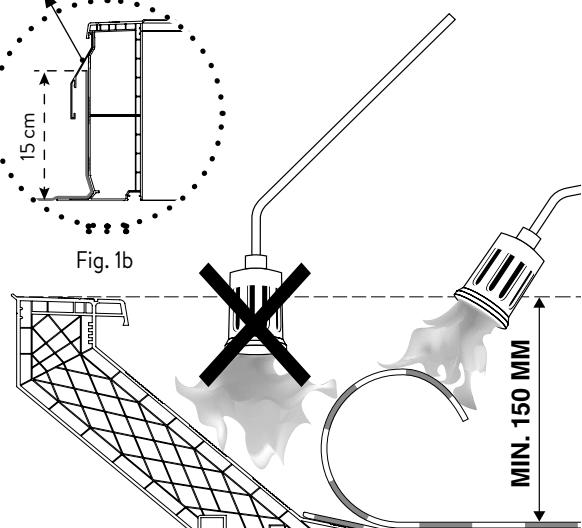

Fig. 1
- Screw the curb on the roof construction through the indication line of the flange (timber screws 5.2 x 60 or metal screws 4.8 x 60). Start at 7.5 cm from the extremities. The axis distance of the other screws must not exceed 30 cm. Pull up the roofing underneath the top flange. Beware that the membrane and not the curb is warmed up when using the welding with flame method as shown on figure 1. Always use the flashing profile in case of a PVC curb 20/00 (image 1b).
- Schrauben Sie den Aufsatzkranz an der Dachkonstruktion fest durch die Indikationslinie vom Flansch (Holzscrenen 5,2 x 60 oder Metallscrenen 4,8 x 60). Fangen Sie am 7,5 cm der Enden an. Die Achsdistanz der anderen Schrauben soll maximal 30 cm betragen. Ziehen Sie die Dachbedeckung bis zum oberen Flansch. Achten Sie darauf, dass beim Schweißen mit Flamme die Membran und nicht den Aufsatzkranz geheizt wird (siehe Bild 1). Immer das Schürzenprofil bei einem PVC-Aufsatzkranz 20/00 verwenden (Bild 1b).